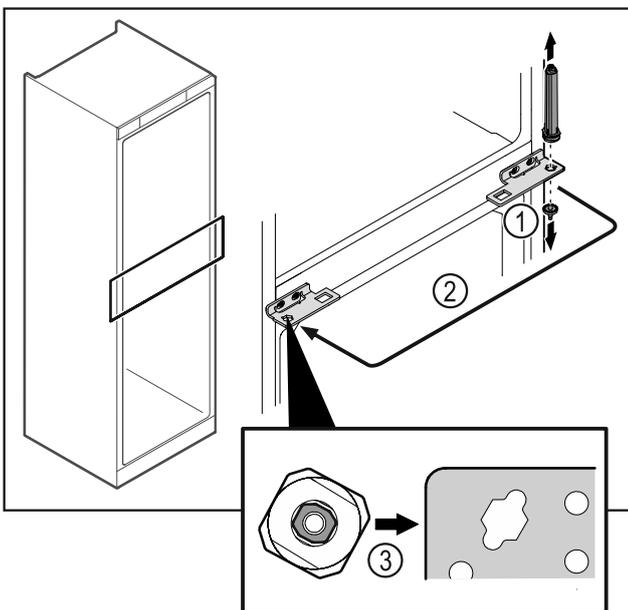

Fig. 44
- ▶ Scharnierbolzen Fig. 44 (1) abschrauben.
- ▶ Türschließsystem Fig. 44 (2) umsetzen.
- ▶ Beim Einsetzen auf die korrekte Ausrichtung des Türschließsystems Fig. 44 (3) achten.